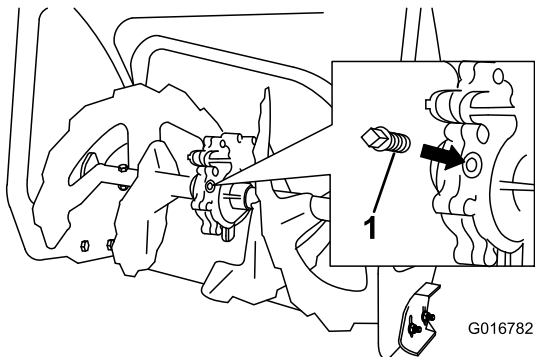

Figure 47
- 2. Nettoyez la surface autour du bouchon de tuyau (Figure 47).